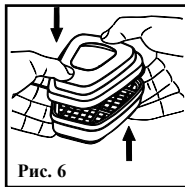

Рис. 6
2. Поместите фиксатор FEZ01 на противогазовый фильтр и надежно защелкните. Фильтр должен полностью закрывать поверхность противогазового фильтра. (Рис. 6)